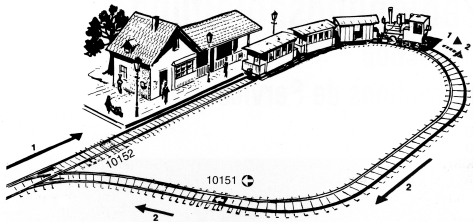

Bild 1 Kehrschleifenfahrt mit oder ohne Halt
Ein Zug fährt mit der Reglereinstellung (1) in die Kehrschleife und wird am Bahnhof angehalten. Reglerstellung (0). Dann wird der Reglerknopf in Stellung (2) gedreht, der Zug verlässt die Kehrschleife. Die Weichenstellung bleibt immer auf Einfahrt (10152 → 10151) stehen (Handweiche) (Bild 1).
A train runs into the terminal loop with the controller set at position (1) and stops at the station, controller position (0). The controller knob is now turned to position (2), the train can now run out of the terminal loop. The point setting remains set to "pulling in" (10152 → 10151). (Point is a manually operated one) (Fig. 1).
Fig. 1 terminal loop with or without stopping